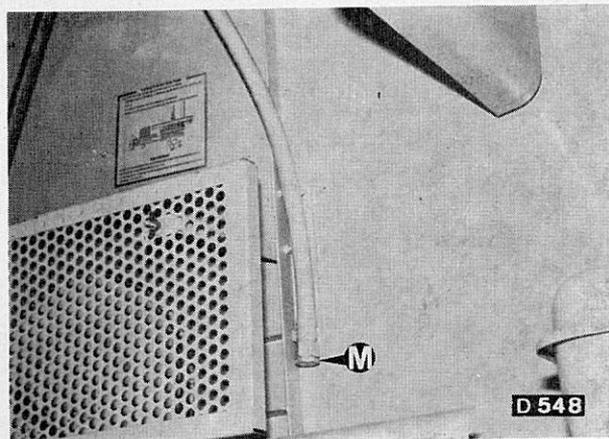

Fig. 159
**Le bouchon de vidange M est situé sur la gauche de la machine, Fig. 159.**